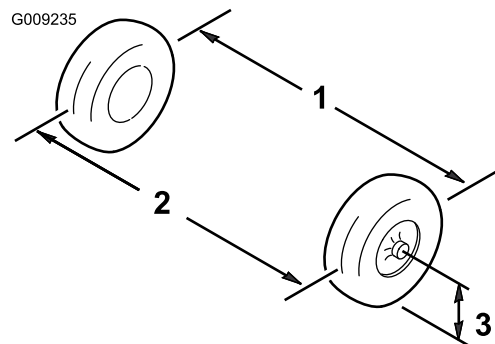

Bild 53
6. Messen Sie den Abstand zwischen beiden Vorderreifen auf Achshöhe (an der Vorder- und Rückseite der Vorderreifen) (Bild 53).